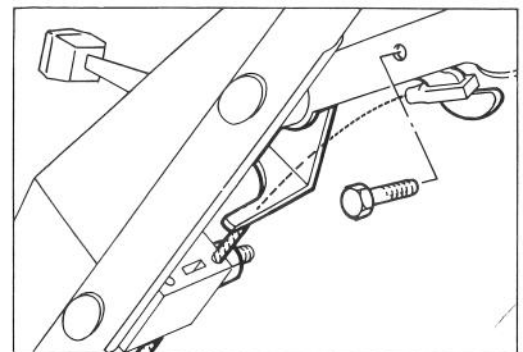

Bild 4
7. Bedienungshebel an Steuerstange mit Kopfschraube und Gegenmutter befestigen (Bild 4).
8. Batterieaufladung (Startschlüssel-Modell): Siehe unter Batterieaufladung, Seite 11. Batterie, mit Aufkleberseite nach oben, zwischen die Nuten auf der Rückseite des Schaltbrettes schieben und Drähte verbinden (Bild 4). Schlüssel in Schalter stecken, wenn zum Anlassen des Motors betriebsbereit.